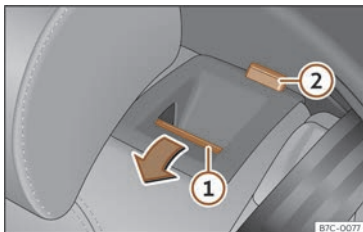

Fig. 98 Banquette arrière : rabattre le dossier.
- Appuyez sur la touche de déverrouillage >>> **fig. 98** ① vers l'avant en abaissant simultanément le dossier. Le dossier arrière est débloquenté quand le repère rouge est visible sur la touche ②.